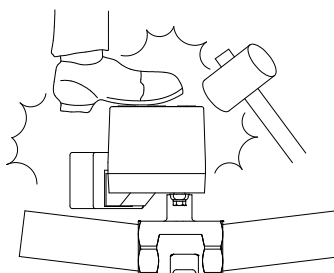

図 13
- アクチュエータに衝撃や無理な荷重を掛けたり、作業時に足場には絶対にしていただき。漏れや故障発生の原因となります。(図 13)